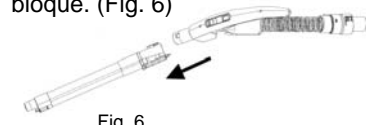

Fig. 6
1. Insérez le tube télescopique dans son réceptacle situé sur la poignée du boyau souple. Poussez le tube télescopique jusqu'à ce qu'il se bloque. (Fig. 6)